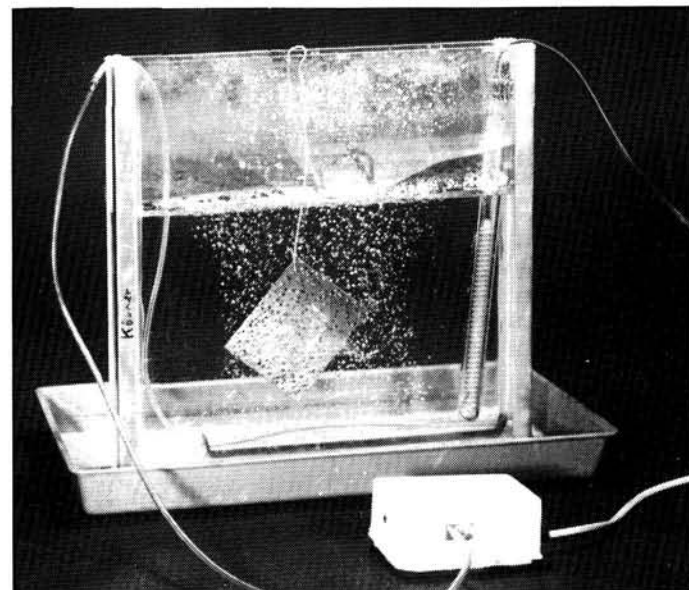

Figure 4 - La gravure ne dure même pas 10 minutes, sans aucune intervention.
Sur le schéma complet de la sirène donné par la figure 4, c'est IC1, un temporisateur monté en multivibrateur astable, qui nous donne cette tension au profil caractéristique (on parle, sans rire, de dent de scie). Le condensateur C1 est chargé et déchargé à peu près une fois par seconde. La fréquence de ce multivibrateur est donc de l'ordre de 1 Hz.
**Figure 5 - Plan d'implantation des composants du circuit de la figure 4 sur une platine d'expérimentation de petit format. Les ponts de câblage sont au nombre de dix. Celui qui relie T1 à l'entrée d'IC2 ne sera implanté qu'après le début des essais. Un détail pratique : montez le HP dans un boîtier dont les résonances lui donneront du coffre.**